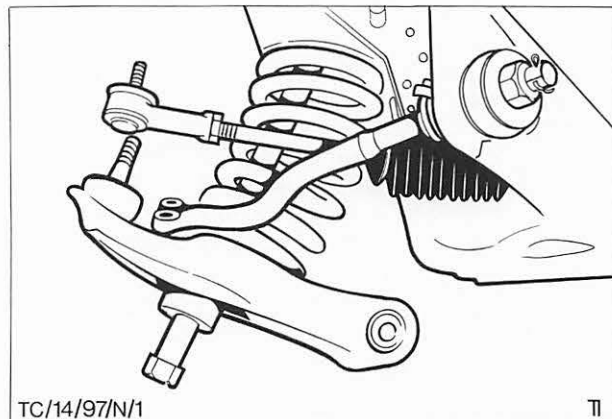

Abb. 18 Querlenker unten vom Verbindungsträger wegdrücken
11. Unteren Querlenker mit einem Montierhebel vom Verbindungsträger wegdrücken und Feder durch Lösen des Federspanners entspannen. Abb. 18.